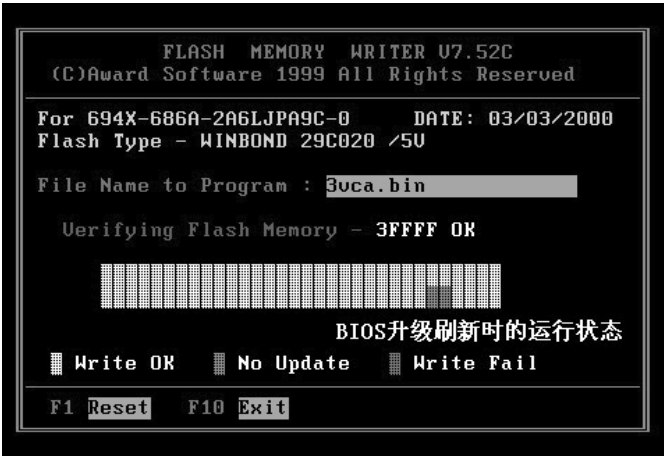

图 10-30 刷新 BIOS 界面
⑥旧 BIOS 保存完成后，会在下方的提示框内提示“Are you sure to program (Y/N)”，询问是否刷新 BIOS？按【Y】键后，出现如图 10-30 所示界面，如果在刷新命令中添加了“/F”